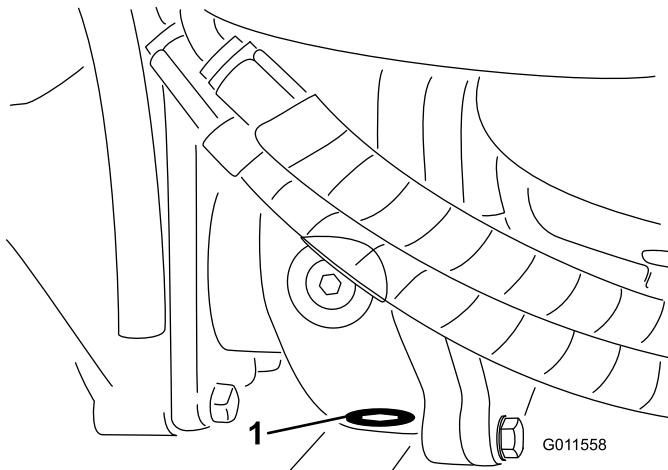

Figura 65
5. Pulite l'area circostante il tappo di spurgo sul fondo della scatola degli ingranaggi (Figura 65).